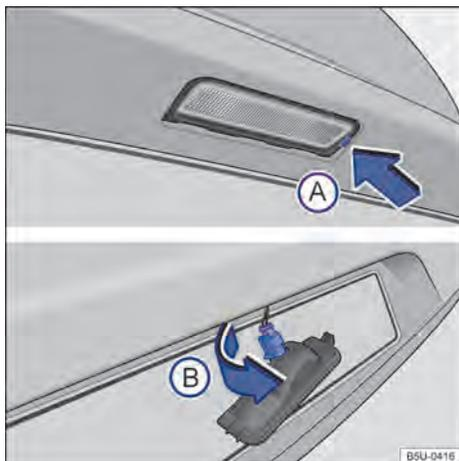

Fig. 161 No para-choque traseiro: remover a lanterna da placa de licença e o soquete da lâmpada.
- 2 Com o auxílio de uma chave de fenda, pressionar a trava → Fig. 161 (A) para remover o conjunto.
- 3 Girar o soquete da lâmpada no sentido da seta (B), e desencaixá-lo do alojamento.
- 7 Posicionar o soquete no alojamento e girar no sentido contrário ao da seta (B).